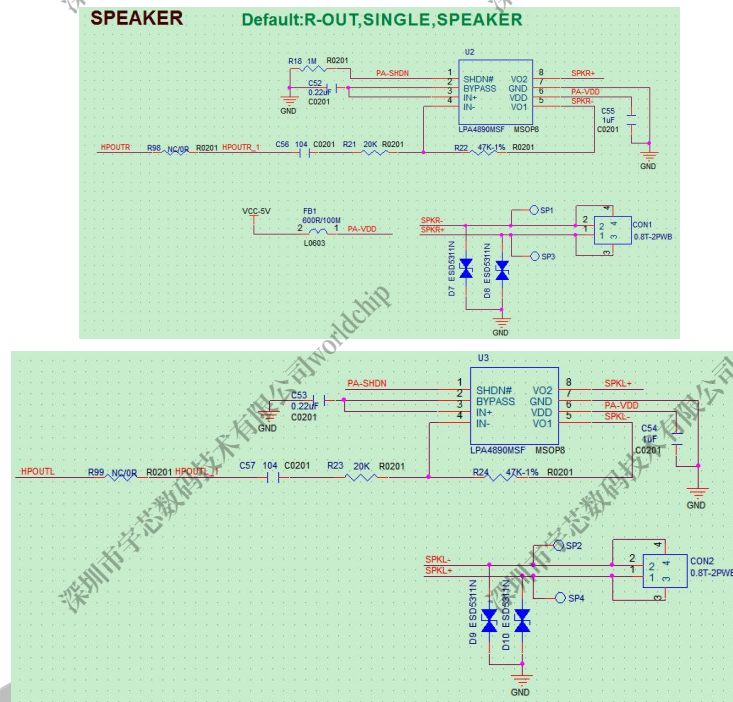

图 2-46 SPEAKER 电路设计
- A100_A133 支持喇叭立体声双喇叭输出，如果产品为单喇叭输出时，请将功放默认接到 HPOUTR 信号上，同时将功放使能信号默认下拉电阻到地，避免上下电喇叭异响。功放设计时，注意反馈电阻的选用，反馈电阻的选用需参照功放的规格书，避免放大系数过大，导致声音失真。如图 2-46 所示：